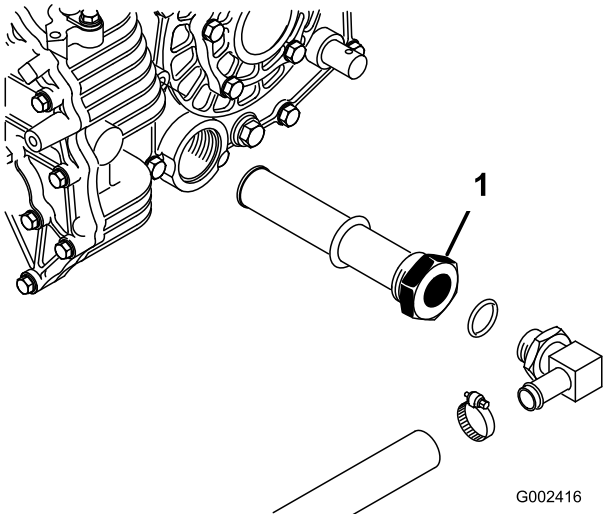

Figure 70
- Notez l'orientation du flexible hydraulique et du raccord à 90° raccordés à la crépine sur le côté du réservoir (Figure 70).